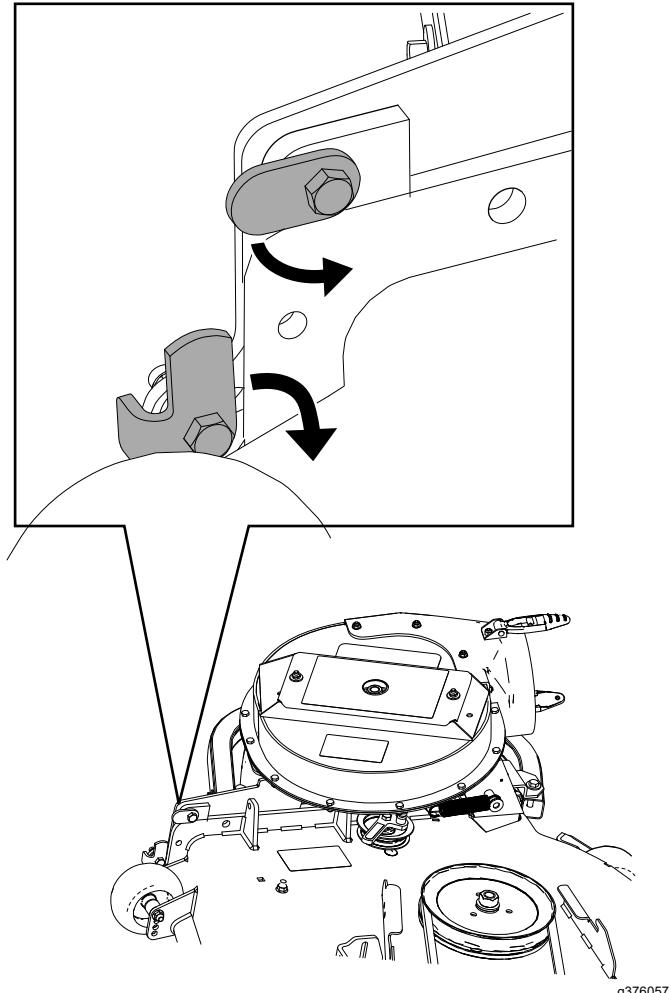

Figura 34
4. Cierre el conjunto del soplador para ver si los cierres están correctamente ajustados (Figura 33 y Figura 34).